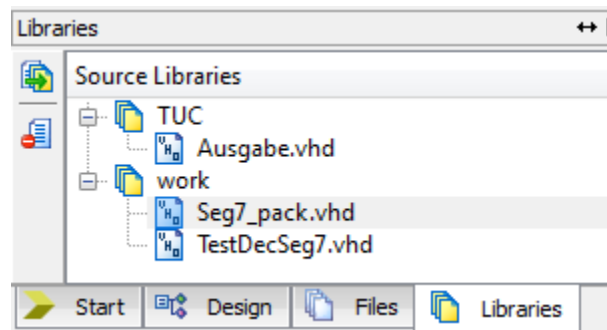

Abbildung 4: Testschaltung für den 7-Segmentdecoder
- Die Datei »Ausgabe.vhd« von der Web-Seite in das Projektverzeichnis laden, mit »Add Source« als »VHDL-Package« einbinden und wie in Abb. 4 in die Bibliothek TUC verschieben.